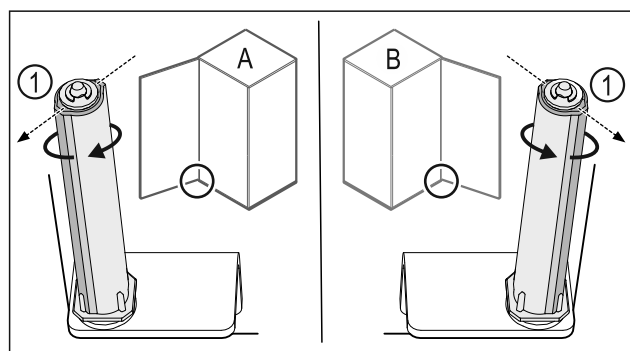

Fig. 40 Butée à gauche (A) / butée à droite (B)
- Tourner le système de fermeture contre la résistance jusqu'à ce que son arête Fig. 40 (1) pointe vers l'extérieur.